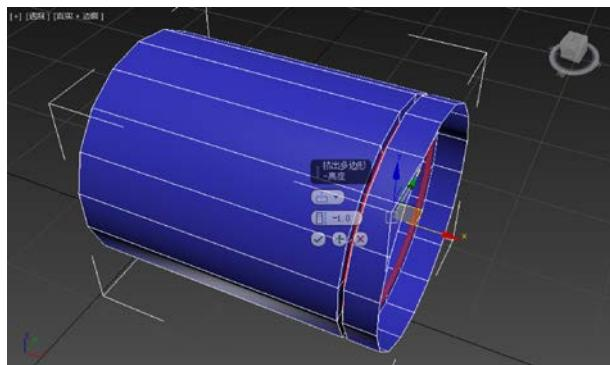

图 3-1-6 挤出
**STEP 06** 右击，在弹出的快捷菜单中单击【挤出】命令左侧的 $\square$ 按钮，单击【多边形】下拉按钮，选择【局部法线】选项，设置【挤出多边形-高度】为【-1.0】，单击【确定】按钮，如图 3-1-6 所示。